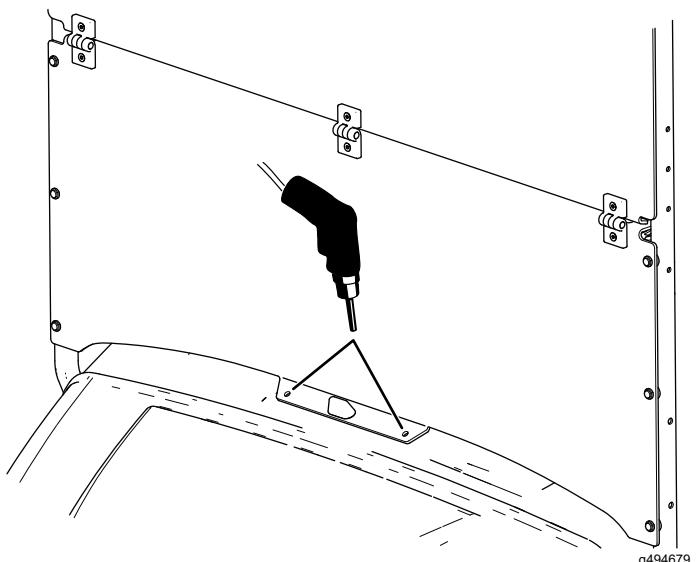

Figure 9
5. En utilisant le pare-brise comme gabarit, percez 2 trous (8 mm) dans la planche de bord (Figure 9).